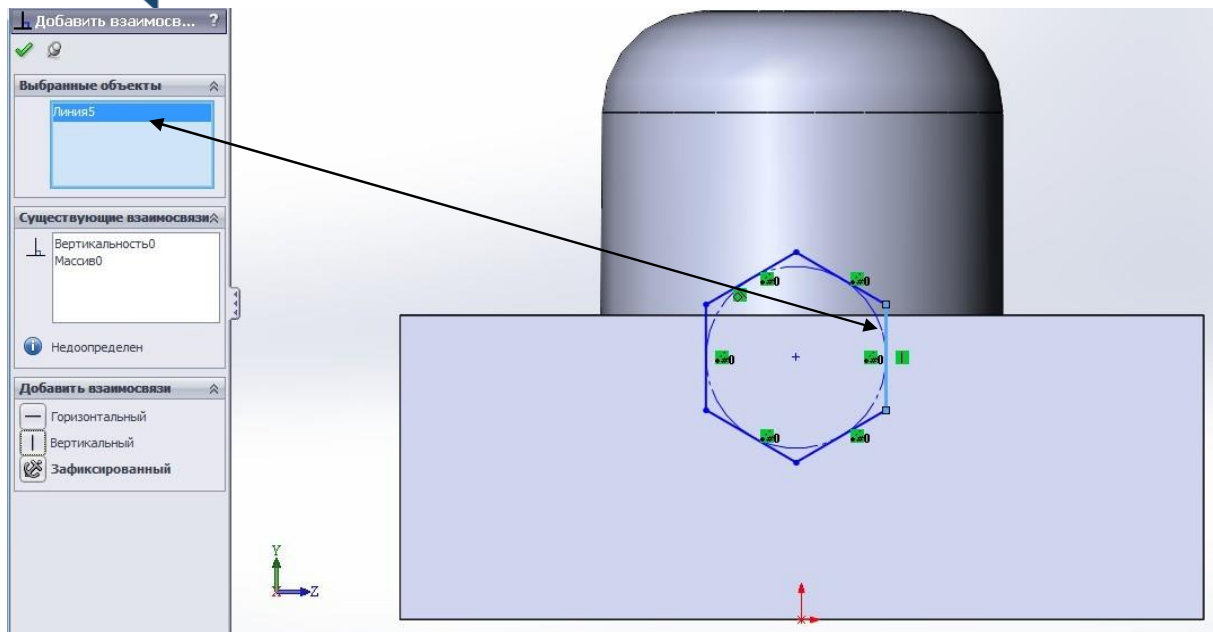

Рисунок 1.27 - Встановлення взаємозв'язку "Вертикальний" для однієї зі сторін багатокутника
8.4. Для зазначеного об'єкта необхідно виконати взаємозв'язок елементів багатокутника для визначення його орієнтації в площині. Для цього необхідно активізувати функцію "Додати взаємозв'язок:", натисканням лівої кнопки миші на одну з крайок шестикутника встановити взаємозв'язок "Вертикальний", як зазначено на рис. 1.27.
8.5. Встановити розмір кромки багатокутника (10 мм), як зазначено на рис. 1.27.